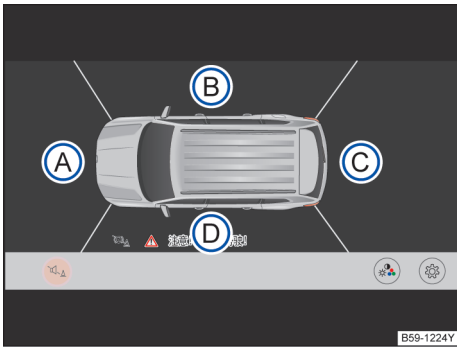

图 166 全景摄像系统显示：鸟瞰图
- 图 166 的图例：
→ 图 166。通过点击汽车区域可以选择鸟瞰图。
通过点击鸟瞰图→图 166 [A] 至 [D] 的各个区域或微型鸟瞰图，可以选择相应的摄像头图像显示。